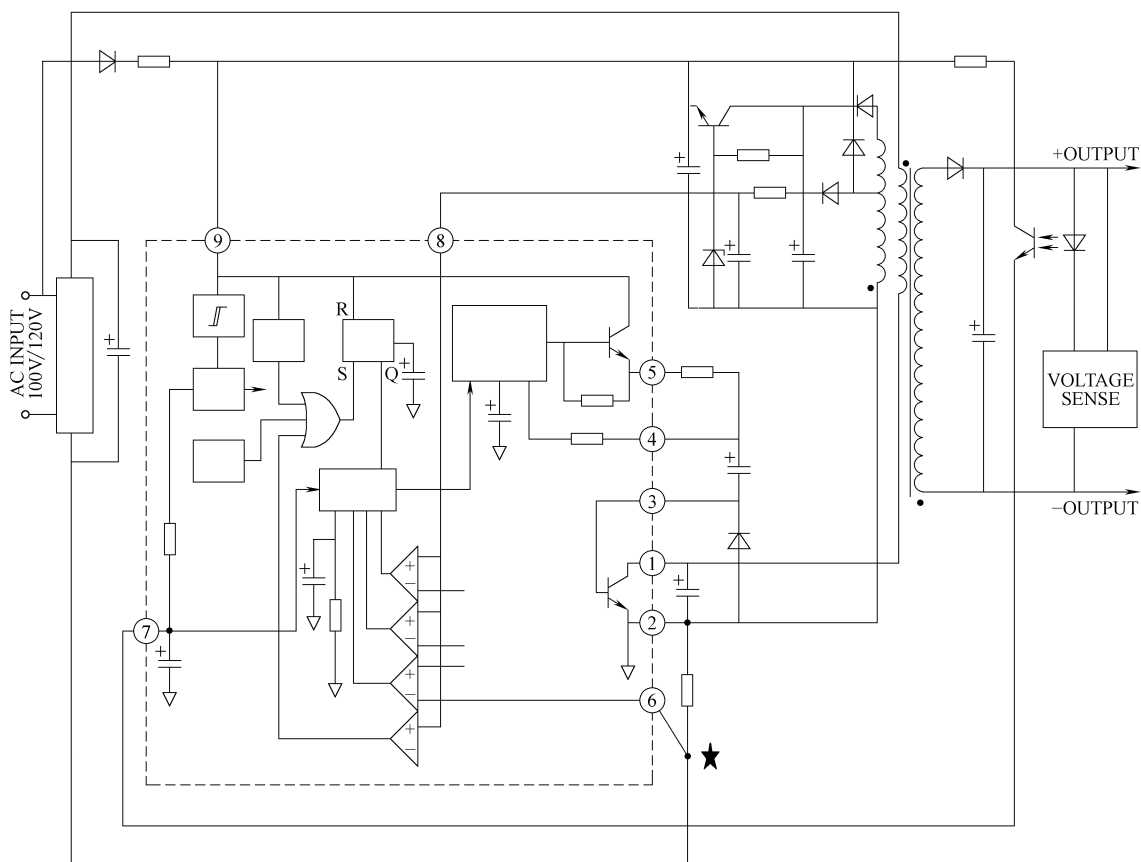

图 5-133 IC601 参考应用电路
(1) 该集成电路 (STR-S6709) 是专用的电源厚膜块，其①、②、③脚分别接内部大功率开关管，如无该集成电路可换，可采用下列应急办法解决：将两只晶体管 BUS08A 并接，将其 e、b、c 三脚用导线连接在厚膜块的①、②、③脚，并固定在原散热片上，再将 IC 装回原位置。
(2) IC601 参考应用电路如图 5-133 所示。